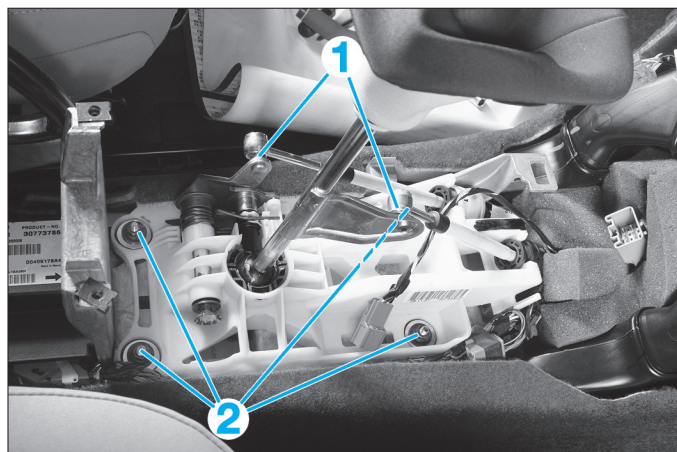

FIG. 8
- Désaccoupler à l'aide de l'outil [1] les câbles de sélection et de passage (1) (Fig.8) du levier.
- les 4 vis (2)
- Désaccoupler du boîtier de commande les câbles de sélection et de passage des vitesses (1) à l'aide de l'outil [2] (Fig.8).